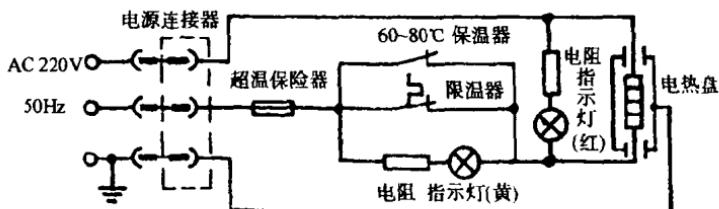

图 1-6
2. 工作原理 保温式自动电饭煲的工作原理是将电能通过电热元件转化为热能，利用温控元件控温和保温。图 1-6 为豪华型保温式自动电饭煲电原理图。从图中可知，电饭煲接通电源，黄色指示灯亮；按下按键，开关触点接触，红色指示灯亮，电热盘通电发热，不断将热量传给内胆，使温度逐渐上升；